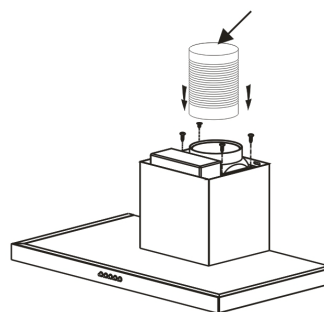

fig. 5
- Enrosque la funda extensible (no incluida) para evacuación sobre la salida del motor sin obstaculizar los movimientos de la válvula de retención. (fig. 5)
- Conecte la funda a la salida del aire hacia el exterior (fig. 5).
- Conecte la funda extensible al deflector (fig. 5)